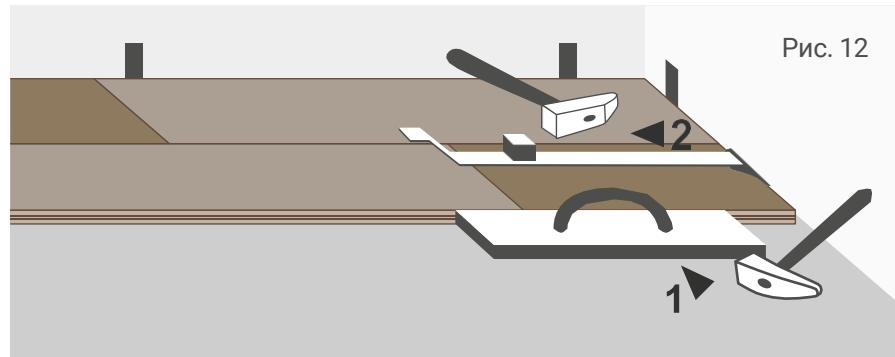

Рис. 12
8.3.1.3 При необходимости после укладки осуществить круговую подбивку планок (см. рис. 12).